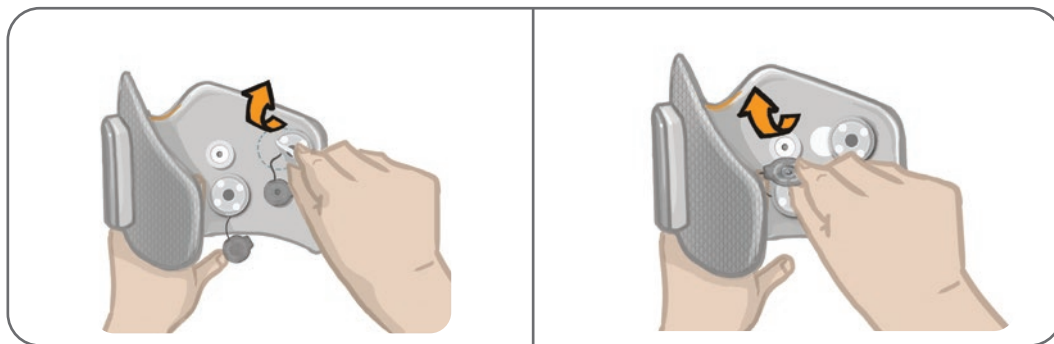

Figure 8-9 : Fixation des nouvelles bases d'électrodes (à gauche)
5. Posez les nouvelles bases d'électrodes à l'emplacement des bases précédentes. Reportez-vous à la figure 8-9.
6. Connectez les pressions des bases d'électrodes aux prises. Reportez-vous à la figure 8-9.